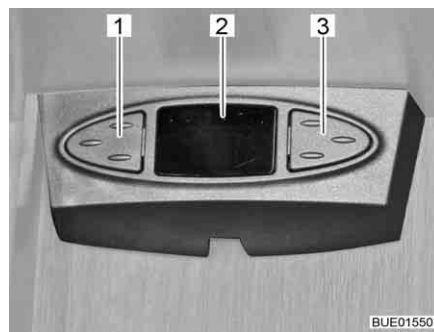

Fig. 39 Souris sat
Suivant le modèle, l'antenne parabolique est équipée d'une souris sat. L'affichage (Fig. 39,2) de la souris sat indique la chaîne réglée. Les deux touches servent à la commande des fonctions de base de l'antenne parabolique (changement de chaîne, allumer/éteindre).
- Choisir la chaîne précédente dans la liste de chaînes : Appuyer sur la touche gauche (Fig. 39,1).
- Choisir la chaîne suivante dans la liste de chaînes : Appuyer sur la touche droite (Fig. 39,3).
- Passer de radio à TV et inversement : Appuyer brièvement en même temps sur les touches (Fig. 39,1 et Fig. 39,3).
- Allumer/éteindre le récepteur : Appuyer en même temps sur les touches (Fig. 39,1 et Fig. 39,3) et les maintenir pressées.